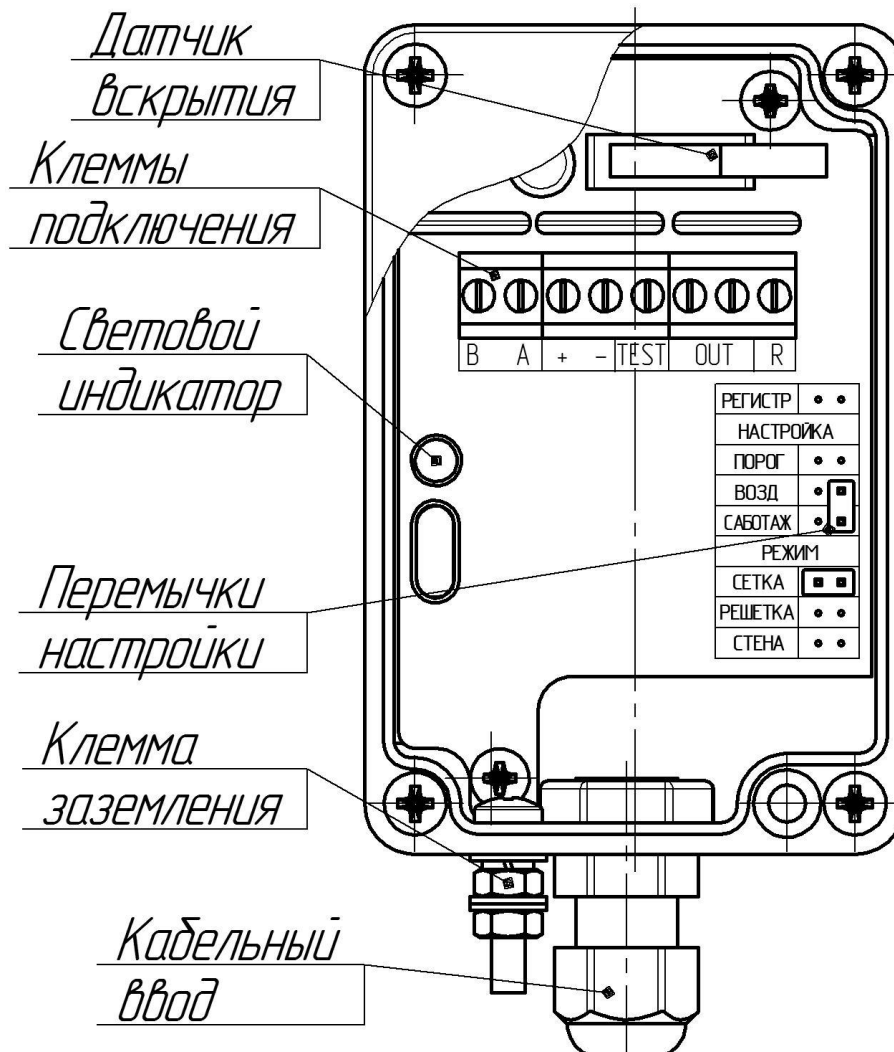

Рисунок 1 – Плата извещателя
1.25.1 Ввести кабель подключения в извещатель снизу через гермоввод. Подключить провода кабеля к клеммам на плате извещателя (рисунок 1) в соответствии с таблицами 2 или 3. Зафиксировать кабель, затянув гайку гермоввода.